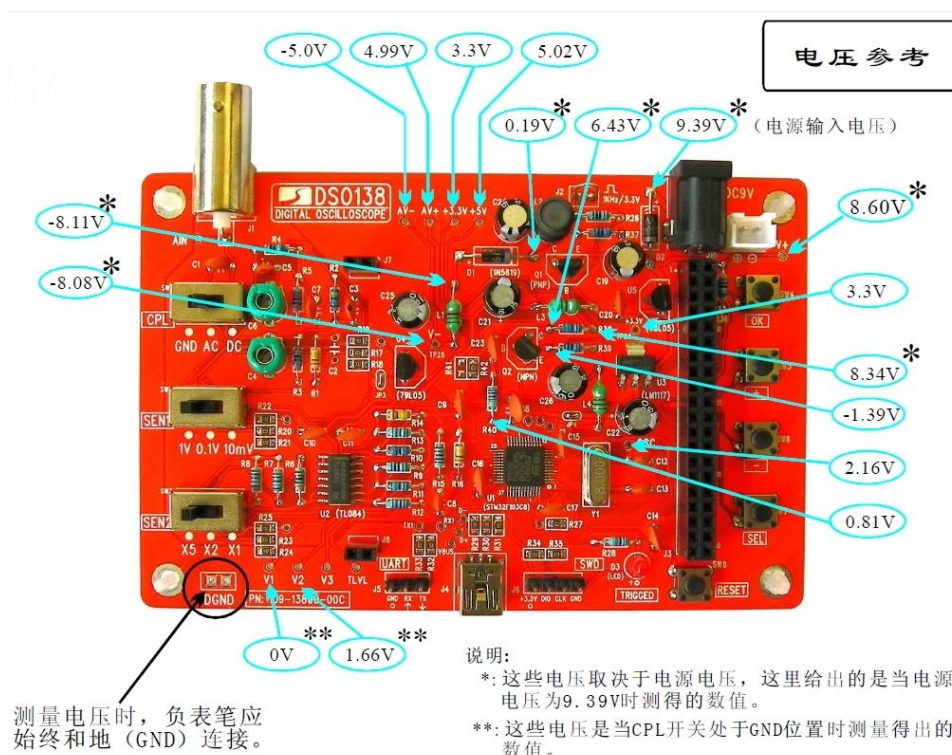

Fig. 1
Ø **电压测量** 如果没有特别指明，本指引中提到的电压都是指对电路的参考点（地）的电压，测量电压的一般方法是将电压表的负表笔接地（图 1 中电路板左下方标注为 DGND 处），正表笔接被测点。
- 4) 测量电阻 R40 靠近单片机 U1 的一端的电压（见图 1），如果单片机工作，该电压应该在 0.8V 左右，如果该电压为 0 或者 3.3V 那么可以判定单片机工作不正常。